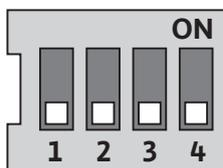

Fig. 33: DIP-afbryder
DIP-afbryderne (fig. 14, pos. 6/fig. 33) befinder sig under husdækslet.